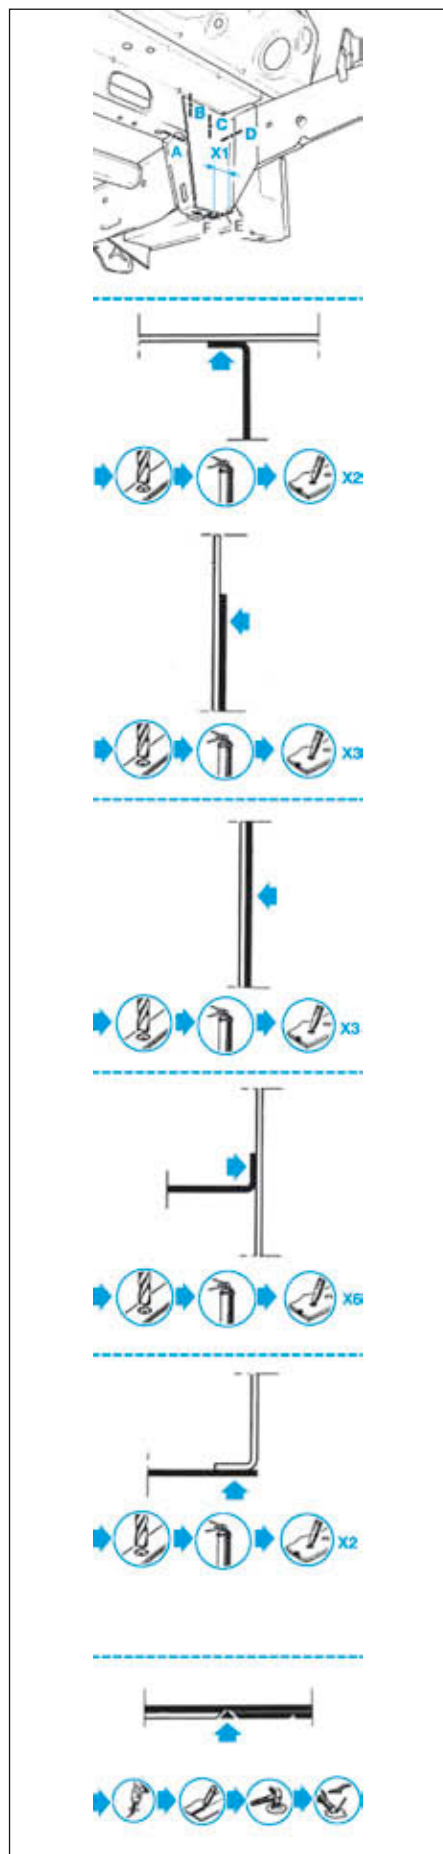
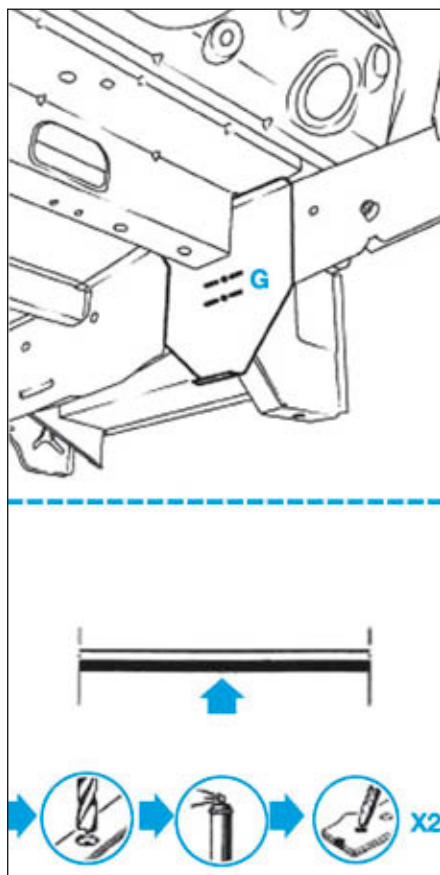
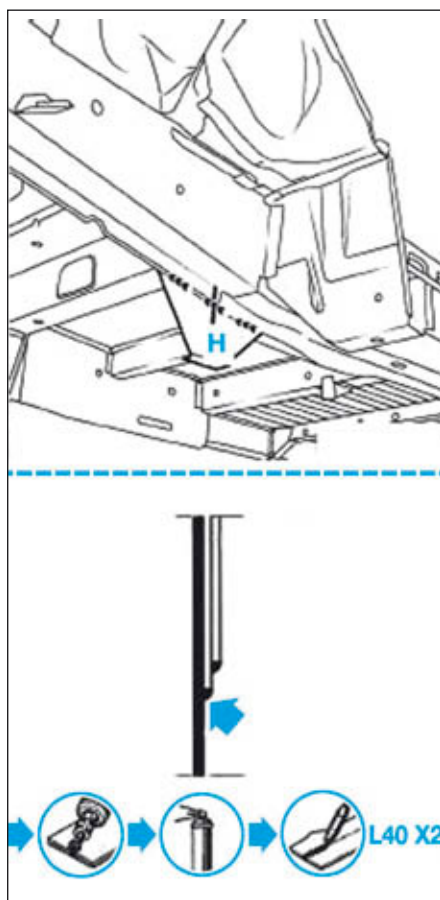

FIG.15
FIG.16
FIG.17
- Tracer puis découper le support arrière de berceau avant (Fig.15), (Fig.16) et (Fig.17).
- Fraiser les points de soudure MAG du support arrière de berceau avant (Fig.15), (Fig.16) et (Fig.17).
- Tracer puis percer au Ø 8 mm pour soudage ultérieur par points bouchons (Fig.15), (Fig.16) et (Fig.17).
- Souder par points bouchons et cordon MAG (Fig.15), (Fig.16) et (Fig.17).
- Appliquer une couche d'impression phosphatante sur les zones mises à nu (Fig.15), (Fig.16) et (Fig.17).